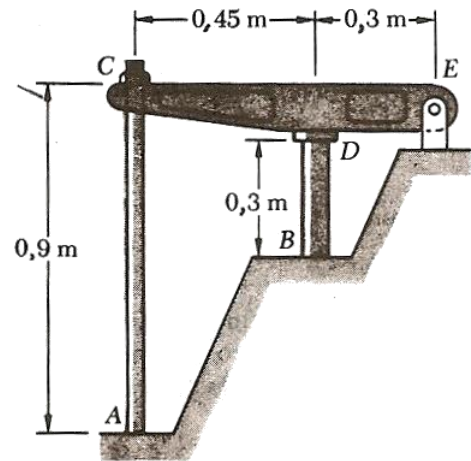

Figura 2.37
2.5.11 A barra rígida CDE da Figura 2.37 é presa ao apoio E por um pino, e se apoia no cilindro de latão BD de 30 mm de diâmetro. Um parafuso de 22 mm de diâmetro passa por um furo na barra em C, e é fixo por uma porca simplesmente ajustada. A montagem, feita à temperatura de 20°C, não existe inicialmente nenhuma tensão na estrutura. A temperatura do cilindro de latão é aumentada para 50°C, enquanto o parafuso tem sua temperatura mantida constante. Determine as tensões no cilindro. Dados: Barra AC: aço, $E = 200 \text{ GPa}$; Cilindro BD: latão, $E = 105 \text{ GPa}$, $\alpha = 18,8 \times 10^{-6} / ^\circ\text{C}$.